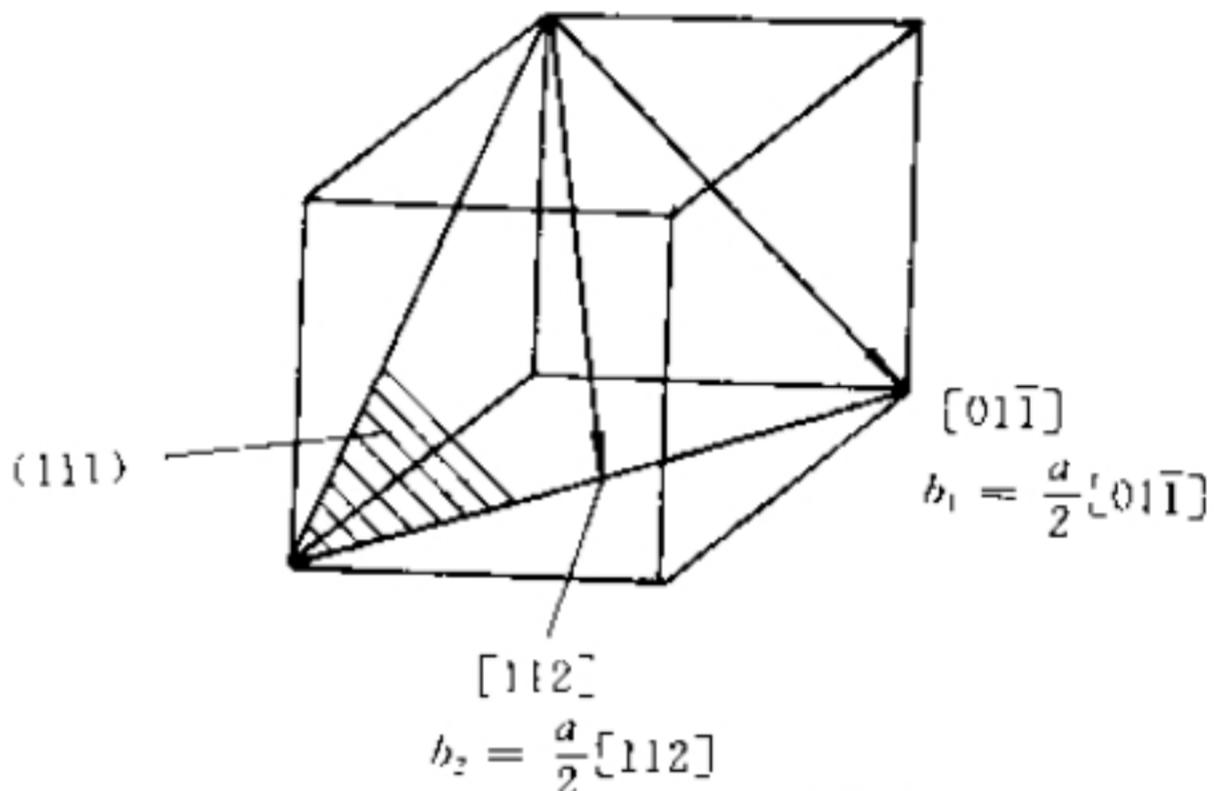

图 1-14 滑移面及滑移方向
(1) 画出 (111) 平面并显示出单位滑移矢量 $[01\bar{1}]$ 和 $[11\bar{2}]$ 。
(2) 比较具有此二滑移矢量的位错线的能量。
解 (1) (111) 平面及单位滑移矢量如图 1-14 所示。
(2) 由于两者均有相同的滑移面 (111), 因此可使用相同的切变模量 G 。若以单位长度位错线为基准, 则